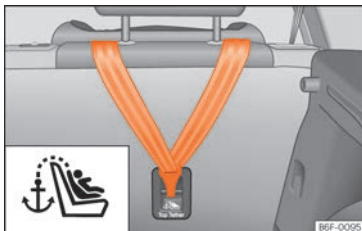

Fig. 37 Partea spate a scaunelor spate: inele de asigurare pentru centura Top Tether.
Scaunele pentru copii cu sistem Top Tether sunt echipate cu o centură suplimentară pentru fixarea de un punct de ancorare din autovehicul. Acest punct este amplasat pe spatele spătarului banchetei spate (identificat cu simbolul ) și oferă o reținere mai bună » » fig. 37.
• Glisați centura și asigurați-o corect cu ajutorul punctului de ancorare de pe spătarul banchetei spate » » fig. 37.